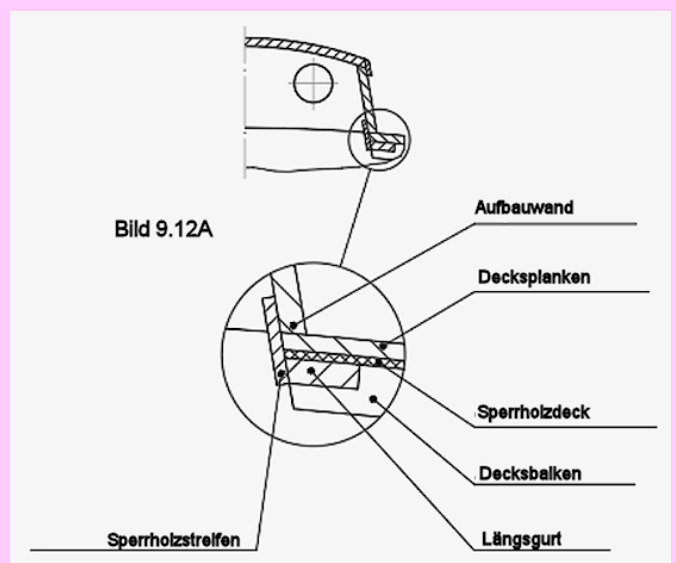

Bild 9.12A:
- Die Unterkante des Aufbaus wird dem Decksprung bzw. der Deckwölbung so exakt wie möglich angepasst und der Aufbau stumpf auf das Deck entlang der Kanten der entsprechenden Öffnung angeklebt (Bild 9.12A). Es ist empfehlenswert, die Klebestelle mit einem von innen angeklebten Streifen aus dünnem Sperrholz (0,4 mm dickes Material reicht vollkommen) zu versteifen und abzudichten.